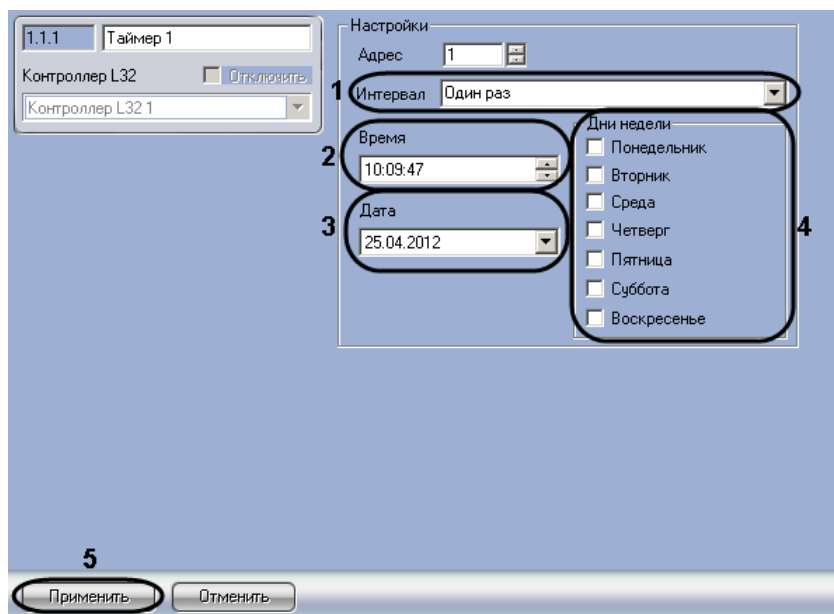

Рис. 3.3—17 Настройка таймера
2. Из раскрывающегося списка **Интервал** выбрать интервал срабатывания таймера (см. Рис. 3.3—17, 1).